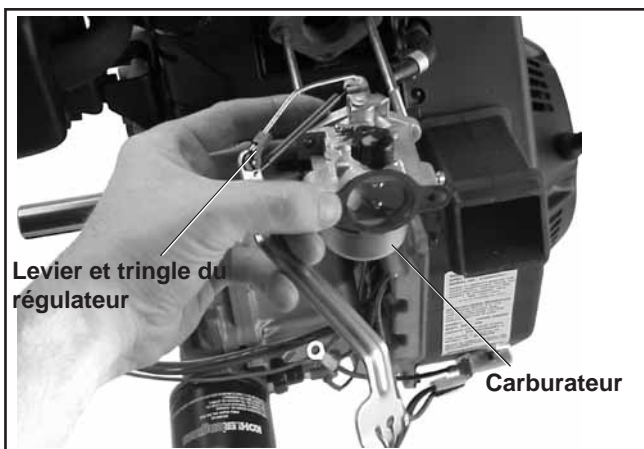

Figure 9-11. Retirer le carburateur sans retirer le levier du régulateur.
3. Retirer du moteur le carburateur et le levier du régulateur avec la tringle attachée. Voir la figure 9-11.